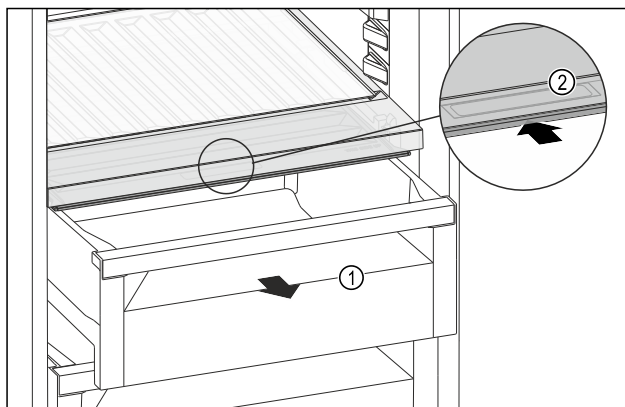

Fig. 207
- Tërhiqni jashtë sirtarin Fig. 207 (1).
- Kapni dorezën e futur Fig. 207 (2) në kapakun e ndarjes dhe në të njëjtën kohë shtyni për prapa kapakun e ndarjes.